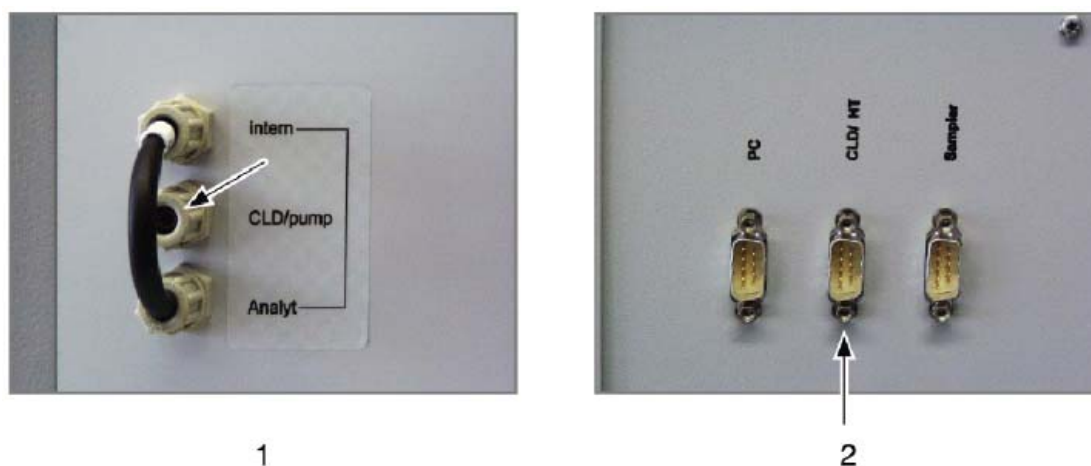

图95 化学发光检测器的接口
注意： CLD 和测试仪的气体连接装置是一个带有特殊支路的管道。这个管道是 CLD 仪器附带的。用这个管道将测试仪后的 CLD/Pump 接口（图 95 中 1）与 CLD 的样品接口连接。
3. 将 CLD 和测试仪的电源关闭。将测试仪后部（图 95 中 2）的串口（CLD/HT）与化学发光检测器的 RS232 串口连接。